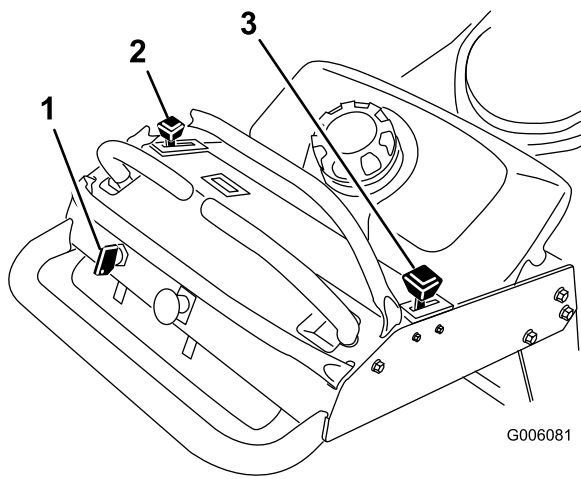

Figura 6
4. Mueva el control del acelerador a la posición Rápido y mueva la palanca del estárter a la posición de Conectado antes de arrancar el motor si éste está frío (Figura 6).
2. Mueva la palanca del acelerador a lento (Figura 6).